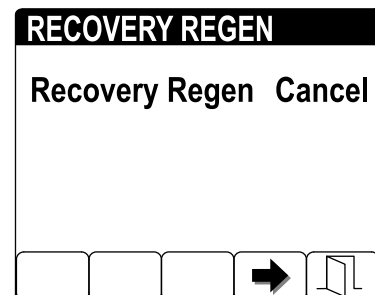

Bild 65
2. Drücken Sie Taste 4, um eine geparkte Regenerierung oder eine Wiederherstellungs-Regenerierung abzubrechen (Bild 65).